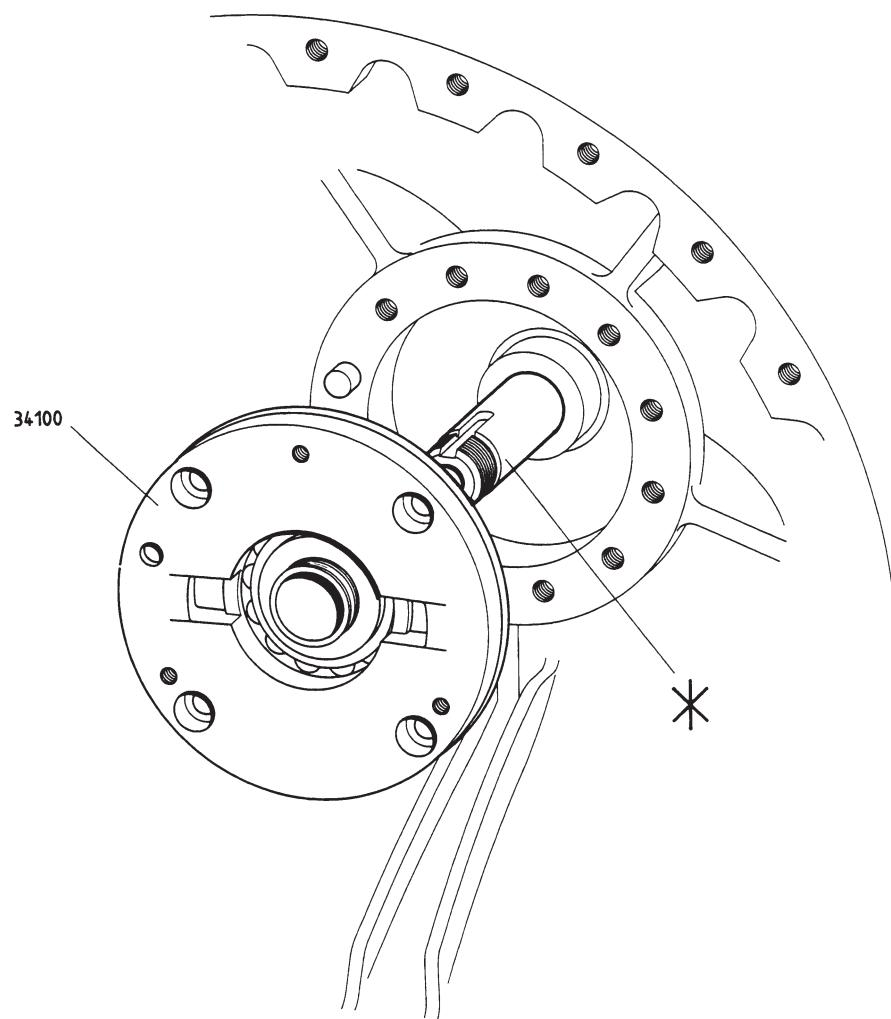

Fig. 5-7
Lager (34100) nur als gesamte Einheit auswechseln (s. Fig. 5-7).
- gegen Festfressen mit MOLYKOTE D oder DX (weiss) einreiben (s. Fig. 5-7\*)
Replace the bearing (34100) only as a complete unit (see fig. 5-7).
- coated with MOLYKOTE D or DX (white) to prevent seizing (see fig. 5-7\*)